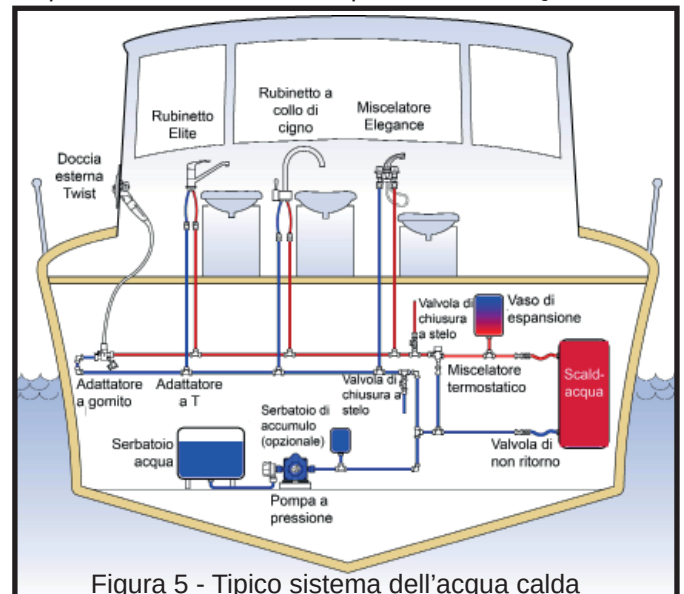

Figura 5 - Tipico sistema dell'acqua calda
- La valvola miscelatrice termostatica può essere installata su ogni uscita o quale controllo centrale in un sistema di acqua calda. (Vedere figura 5).